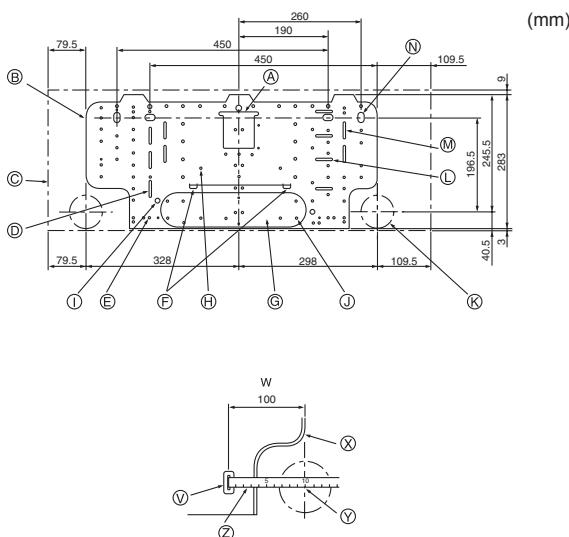

Fig. 3-1
3.1. Installazione dell'attrezzatura di montaggio a parete (Fig. 3-1)